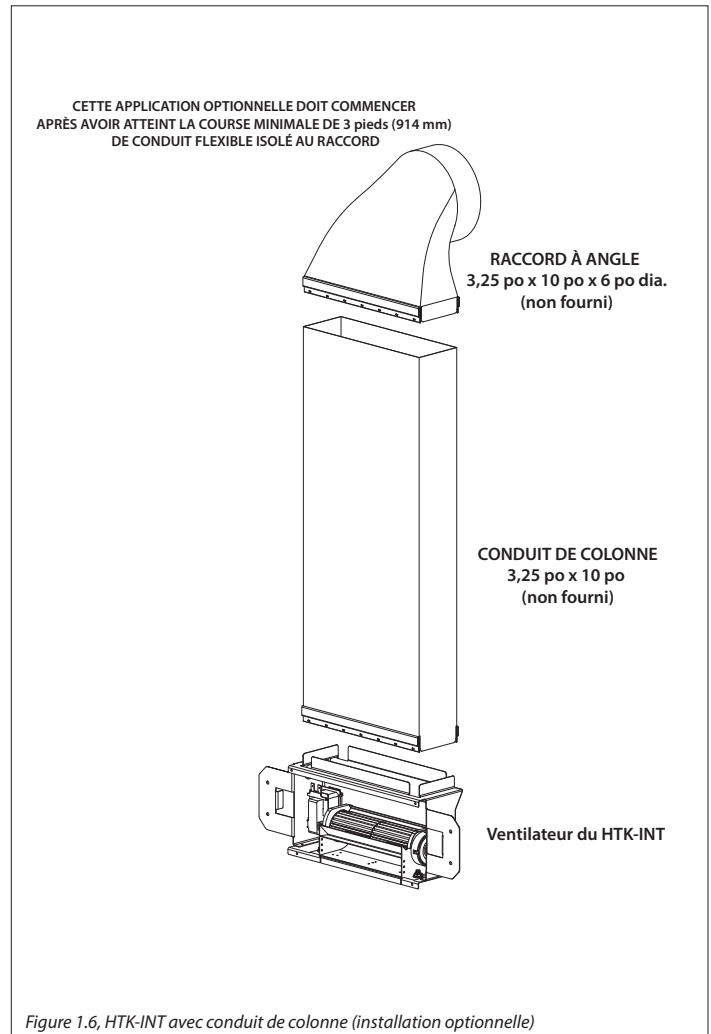

Figure 1.6, HTK-INT avec conduit de colonne (installation optionnelle)
- La Figure 1.6 montre une méthode d'installation optionnelle utilisant le conduit de colonne de 3,25 po x 10 po avec les taquets en S fixés à la boîte de sortie d'air. Cette figure montre aussi un raccord à angle de 3,25 po x 10 po x 6 po dia. qui peut être nécessaire pour certaines installations. Le conduit de colonne peut commencer seulement après avoir atteint la course minimale de 3 pieds (914 mm) de conduit flexible isolé au raccord de conduit. Le conduit de colonne est à dégagement zéro (0 po/0 mm) aux matériaux combustibles. Le conduit de colonne et le raccord à angle ne sont pas fournis.